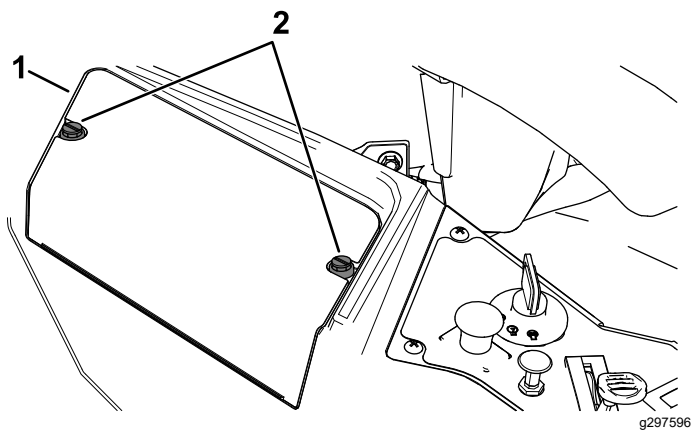

Figura 45
3. Afloje $\frac{1}{4}$ de vuelta las 2 fijaciones de la tapa de la batería en el sentido contrario a las agujas del reloj y retire la tapa (Figura 45).
6. Instale la tapa de la batería empujándola hacia abajo y apretando 2 fijaciones en el sentido de las agujas del reloj (Figura 45).